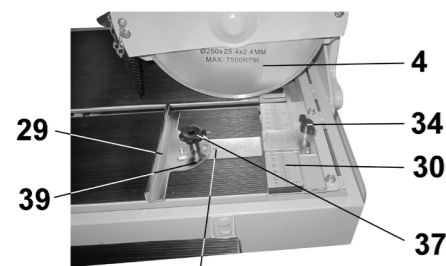
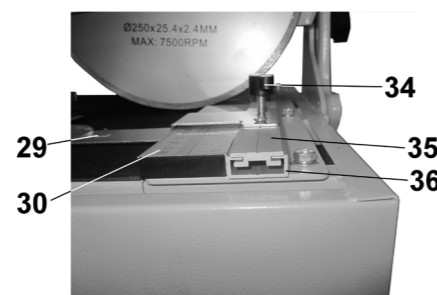

Рис.9
Рис.10
9.2.4. Установите ползун (35), Рис. 10, в пазу планки (36). Винтом крепления (34) закрепите регулируемый упор (29) на планке (36) в выбранном положении по шкале фронтального упора (30). Установите на требуемый угол по транспортиру (39) и указателю (38) положение планки регулируемого упора (29); положение зафиксируйте винтом (37), Рис.9, 10.